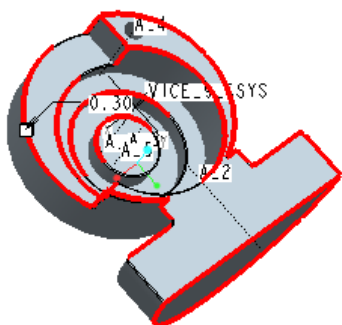

図 6-57 面取り部の指定 (太線部)
- フィーチャー作成画面に入り、「面取りツール」を用いて以下の図 6-57 に示す太線部を選択し、0.3mm の面取りを実行する。